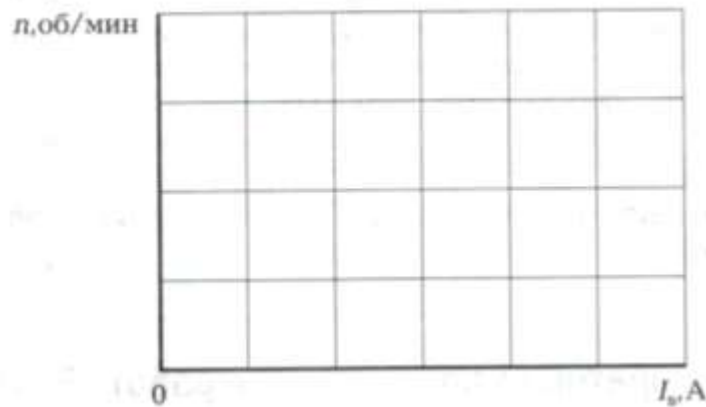

Рис. 9.3 Зависимость частоты вращения двигателя от тока возбуждения
2. На основании данных табл. 9.3 построить на рис. 9.3 характеристику  $n = f(I_a)$ .